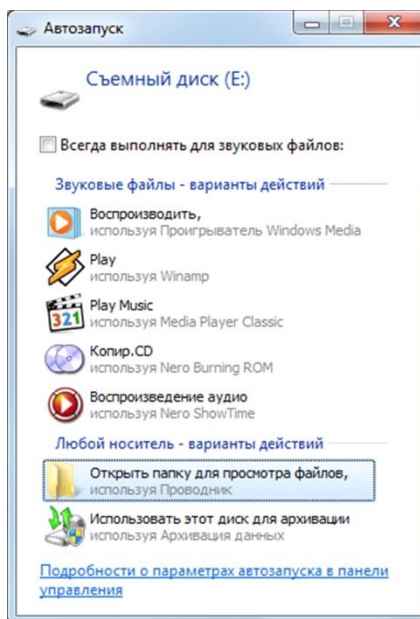

Рис. 10.2. Окно Автозапуск
3. Нажмите и удерживайте тампер контроллера (см. Приложение 1 и Приложение 2), после чего нажмите и отпустите кнопку рестарта (Reset). В результате контроллер перезапустится в режиме накопителя данных (Mass Storage) и будет представлен в компьютере как съемный диск. В области уведомлений ОС Windows (в правом нижнем углу экрана) появится значок съемного устройства, и откроется окно *Автозапуск* (рис. 10.2). После этого тампер можно отпустить.